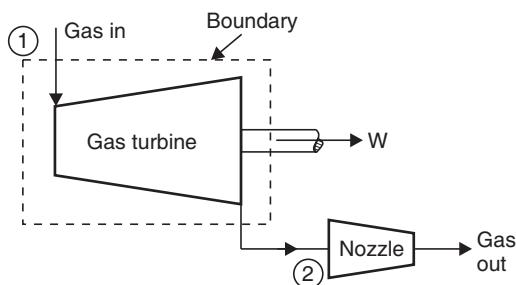

Fig. 2.46
**Solution.** Refer Fig. 2.46.